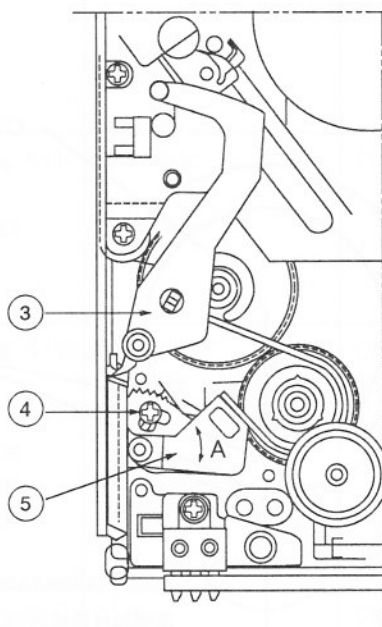

Fig. 5-1
2. So that the center value of the back tension torque swing falls within a range of 5 to 7 g·cm, adjust by loosening the ④ screw in Fig. 5-1 then by moving the ⑤ BT Band Assy to the right and left as shown in A of Fig. 5-1.
3. After adjusting, tighten the ④ screw with a torque of 0.8 kg·cm, then apply the screw-locking compound to it.
2. バック・テンション・トルク値の振れ幅の中心が5 ～7 g・cmとなるように、Fig. 5-1の④ネジをゆるめて⑤BT Band AssyをFig. 5-1のAの様に左右に動かして、調整する。
3. 調整後、④ネジを0.8kg・cmで締め付けてネジ・ロックをする。